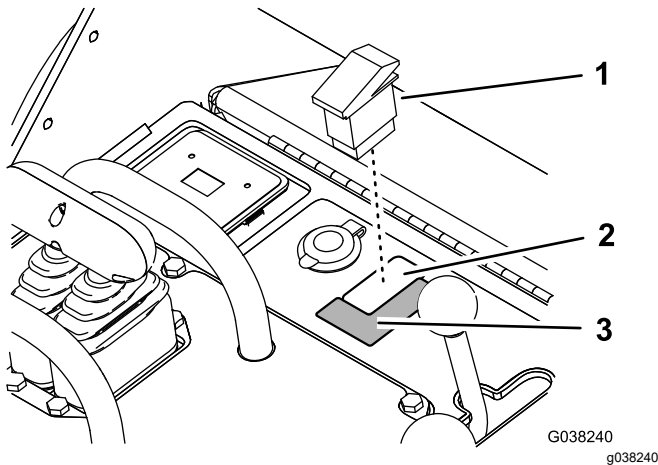

Figure 28
1. Retirez l'obturateur de la console et installez l'interrupteur (Figure 28).
2. Si les symboles du lièvre et de la tortue ne figurent pas sur l'autocollant situé près de l'interrupteur sur la console, collez l'autocollant du kit (Figure 28).